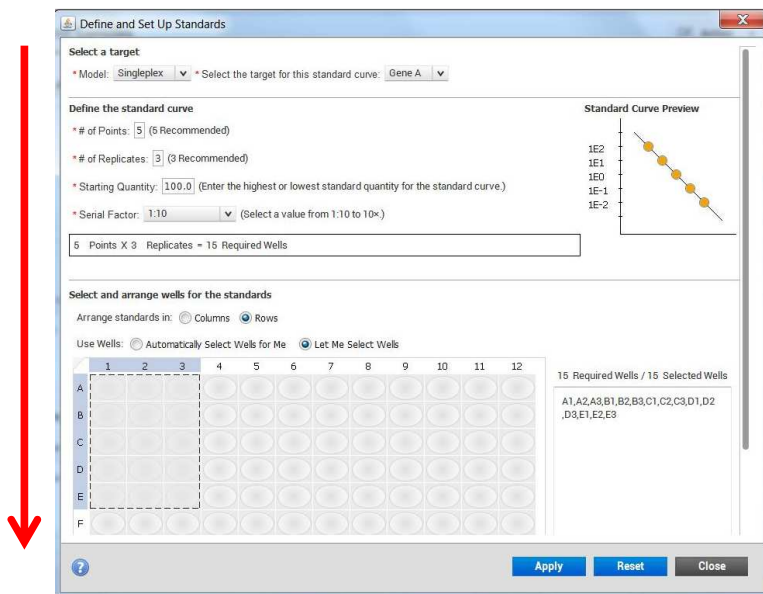

Fig. 5b
2. Ao clicar em *Define and Set Up Standards*, abrirá uma janela de programação (Fig. 5b). Preencha os dados de cima para baixo: selecione se a reação está em Singleplex ou Multiplex; depois o alvo da curva/diluição (Gene A e/ou Gene B); preencha quantos pontos tem a sua curva/diluição (lembrando que o mínimo recomendado são 5 pontos de diluição); quantas réplicas técnicas (idealmente triplicata); qual a quantidade inicial (o ponto mais concentrado); e qual o fator de diluição (ex. 1:10).